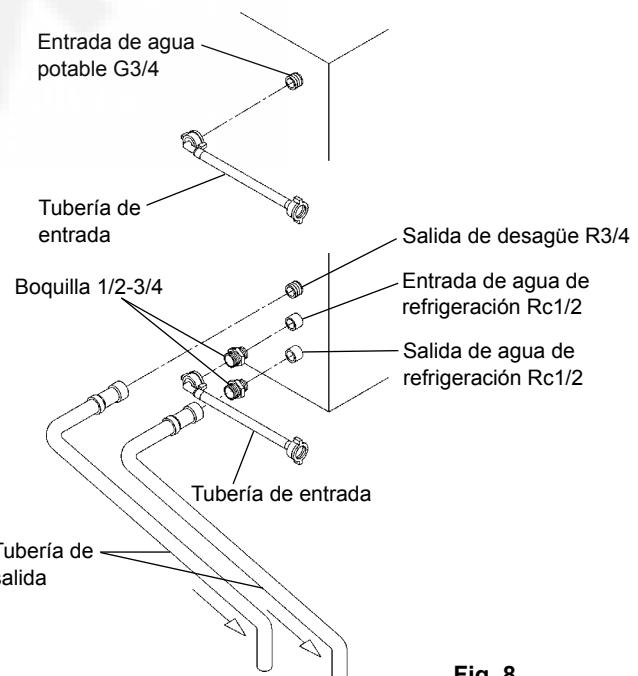

Fig. 8
[b] Conexiones con tuberías accesorias, según normativas distintas a la WRC (fig. 8)
- 2) Para las conexiones del condensador deben utilizarse las tuberías accesorias suministradas y realizarse las conexiones indicadas en los apartados 1) a 3) de la sección [a] anterior a los extremos libres de las boquillas 1/2-3/4 (fig. 8).